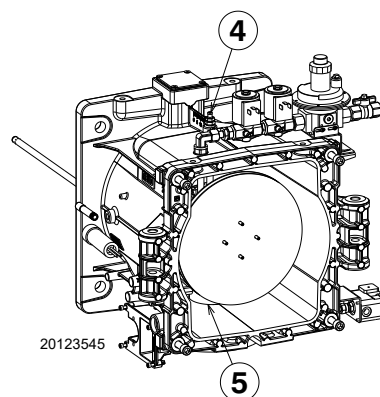

Fig. 21
- F libérer le distributeur de gaz du siège 5)(Fig. 21) et l'extraire.